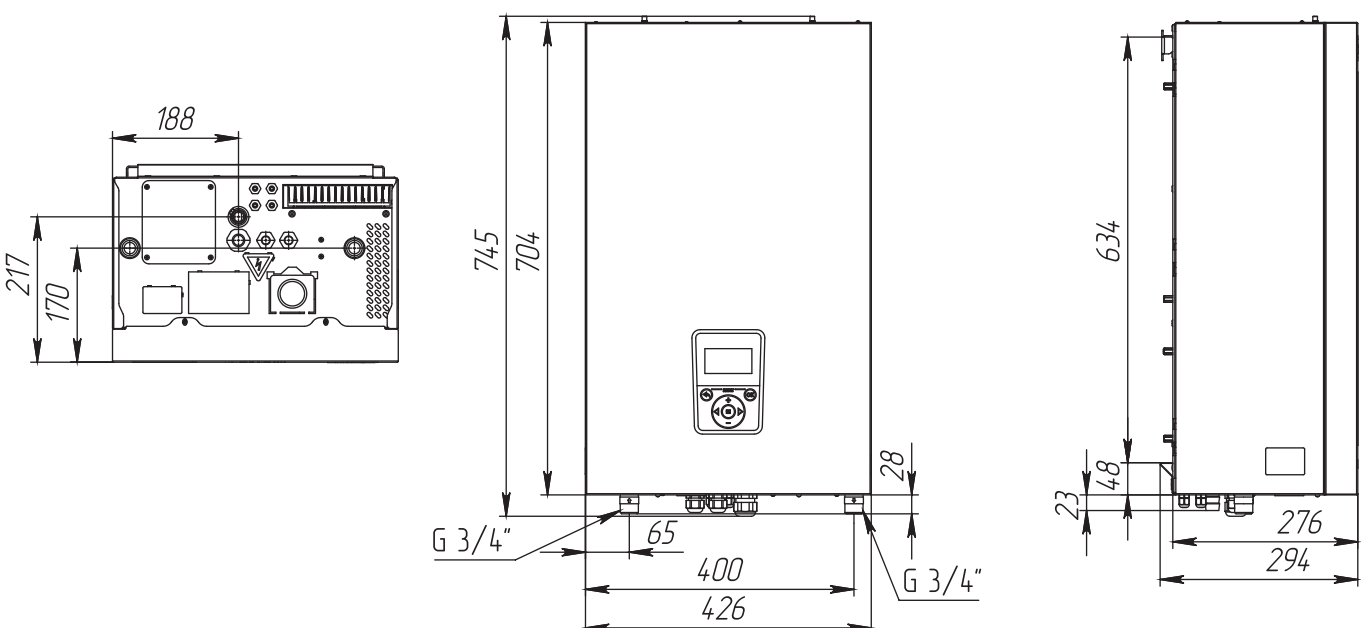
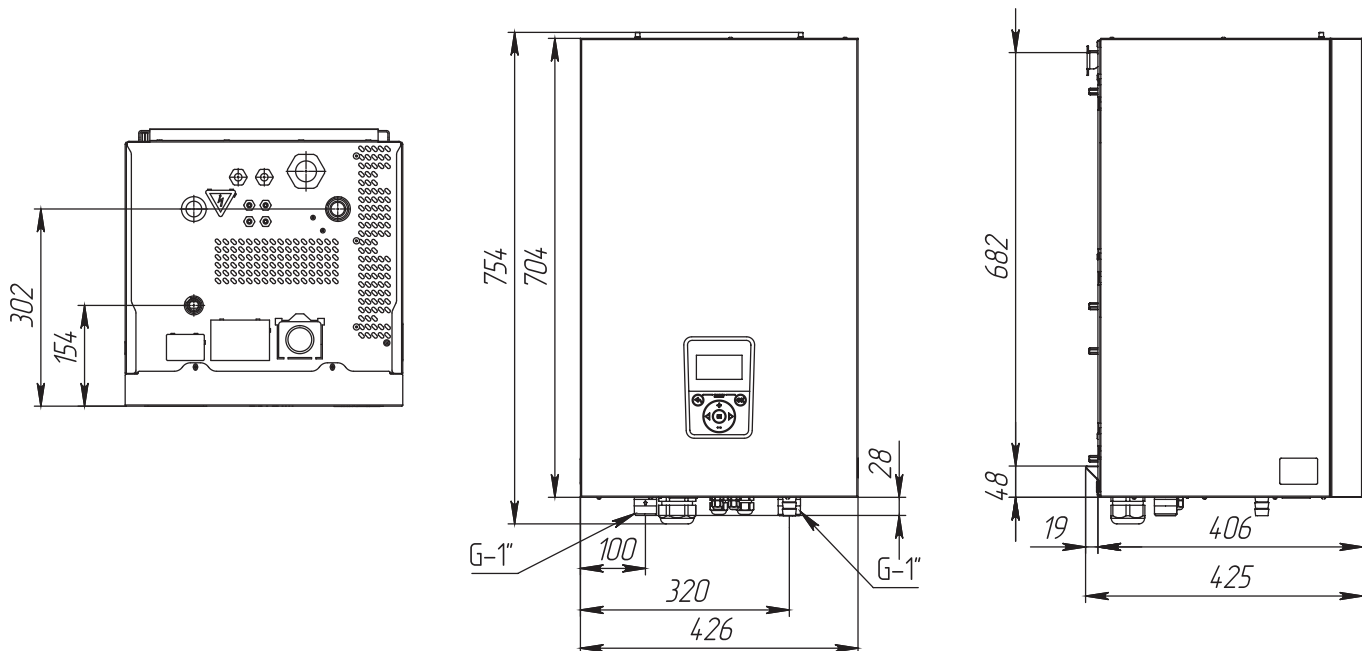

Рис.10 Габаритные размеры ZOTA МК-X Plus 6-24 кВт
Рис.11 Габаритные размеры ZOTA MK-X Plus 30-42 кВт
1. Подсоединить котел к системе отопления. Габаритные и присоединительные размеры котлов указаны на **Рис.10**, **Рис.11**;